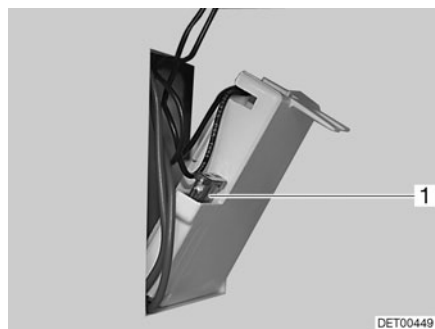

Fig. 90 Fusible des toilettes Thetford
- Changer le fusible (Fig. 90,1).